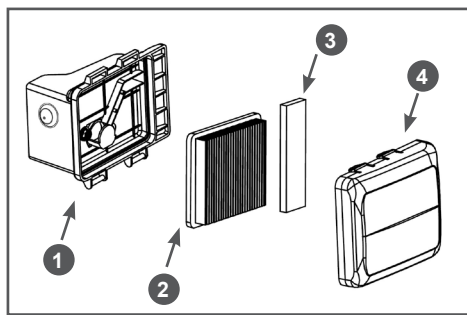

Рис. 19 Обслуживание воздушного фильтра
1. Снимите крышку 4 воздушного фильтра (Рис. 19).
2. Извлеките фильтрующие элементы 2 и 3 (Рис. 19).
5. Произведите очистку корпуса 1 и крышки 4 воздушного фильтра (Рис. 19).